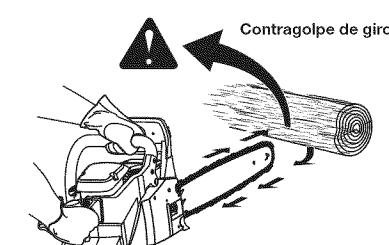

Fig. 1
- **El contragolpe de giro** puede ocurrir cuando la punta superior de la barra guía se pone en contacto con un objeto mientras la cadena se está moviendo (Fig. 1 y 2). Esto puede hacer que la cadena perforé el objeto y se detenga momentáneamente. La barra guía entonces salta y se da vuelta, veloz como un rayo, retrocediendo en dirección al operador.
- **NO** haga cortes con la punta de la barra guía (Fig. 1).